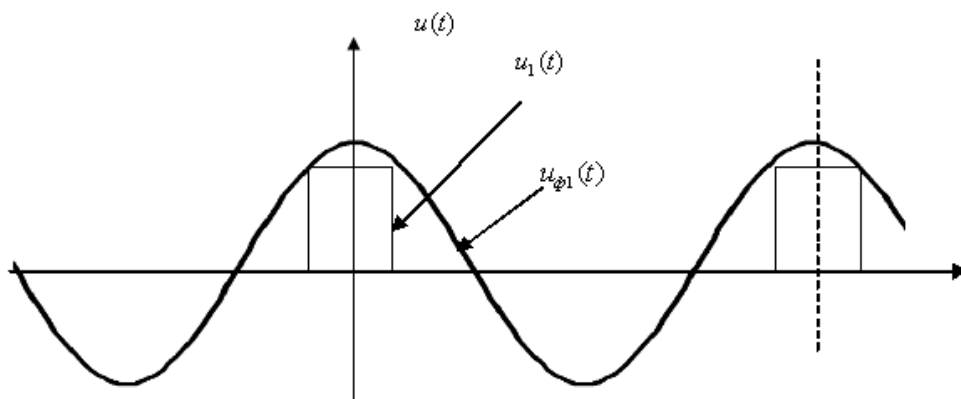

Рис. 5.4
3.4. Переключатель фильтра гармоник установите в положение 1 (положение ручки переключателя соответствует номеру выделяемой гармоники). Поворачивая ручку настройки на панели фильтра, добейтесь максимума показаний вольтметра ВЗ-38. При точной настройке на частоту первой гармоники осциллограммы колебаний $u_1(t)$ на входе и $u_{\phi 1}(t)$ на выходе фильтра гармоник должны соответствовать рис. 5.4.
3.6. Подключите вход фильтра гармоник к выходу RC -цепи (клемма 2 на рис. 5.4). Измерьте действующие значения напряжения на выходе фильтра $U_{\phi k}^{(2)}$. Результаты измерений запишите в табл. 5.2. Снимите осциллограммы $u_1(t)$, $u_2(t)$.